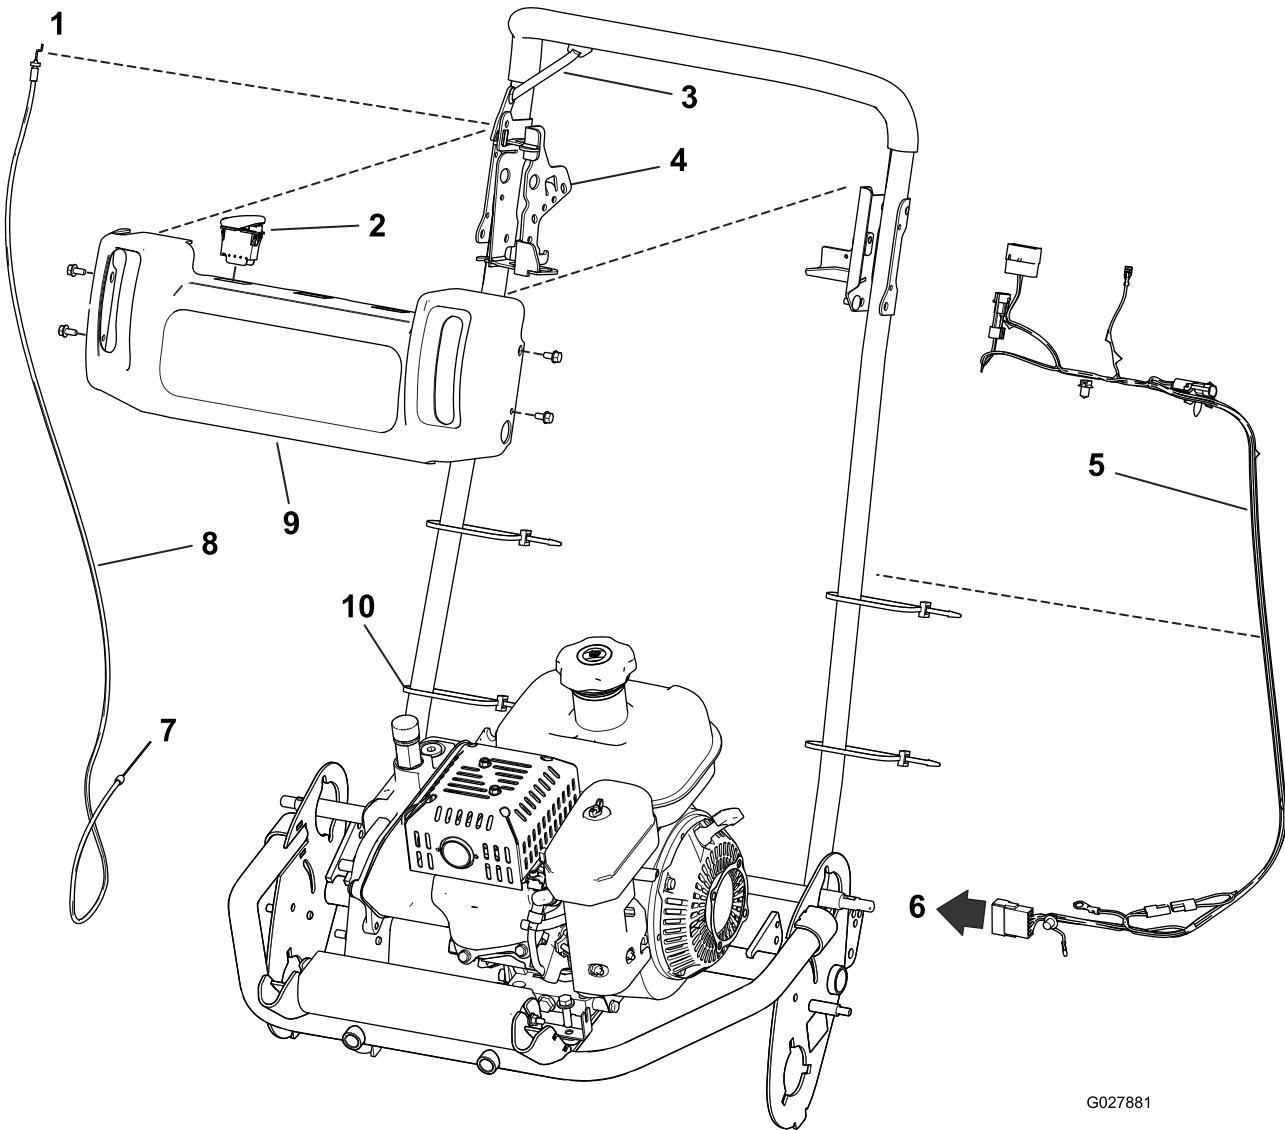

图11
1. 使用之前卸下的固定件（图11），将新牵引支架安装到手柄。
3. 使用之前卸下的紧固件（图11），安装之前卸下的牵引杆和线缆。
5. 使用之前卸下的固定件（图11），安装新油门杆和线缆。
7. 安装控制台盖子和手柄（图11）。
11. 将线束连接到联锁模块，然后将线束向上布置到手柄（图11）左侧。
12. 在控制台中安装发动机开关，并将其连接到线束（图11）。
16. 使用 4 个新的扎带（图11），将线缆和线束固定到手柄。